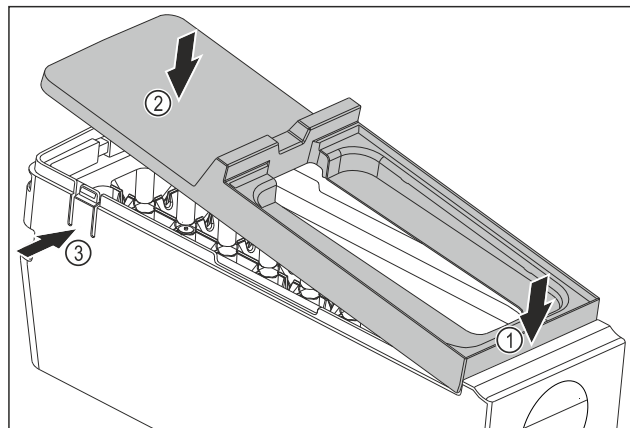

Fig. 114
- Montar la cubierta del EasyTwist-Ice: Colocar la cubierta por delante. Fig. 114 (1)
- Bajar la cubierta por detrás. Fig. 114 (2)
- La cubierta encaja en ambas lengüetas Fig. 114 (3) de forma audible.